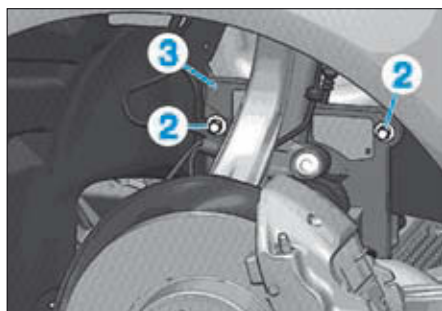

FIG. 2
- Dévisser les vis (2) et déposer le cache (3) (Fig.2).